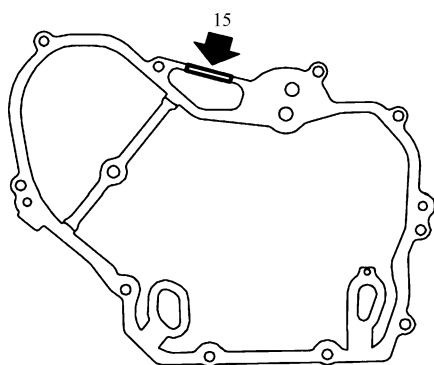

图 7-24 步骤 15) 操作示意图
15) 清除旧密封垫的残留，安装新的密封垫，如图 7-24 所示。